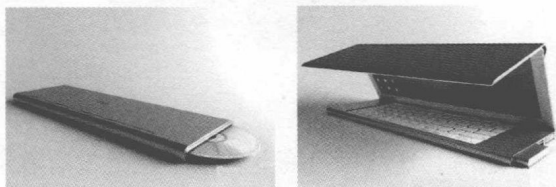

图 1-5 折叠式笔记本电脑
③ 折叠式笔记本电脑：设计师 Niels van Hoof 设计了一款全新的折叠式笔记本电脑——Feno，它除了能像普通电脑在键盘与屏幕之间折叠外，柔性 OLED 屏幕的加入使得它还可以从中间再折叠一次，更加小巧，方便携带。它还配备了一个弹出式无线鼠标，轻轻一按，即能弹出使用，如图 1-5 所示。